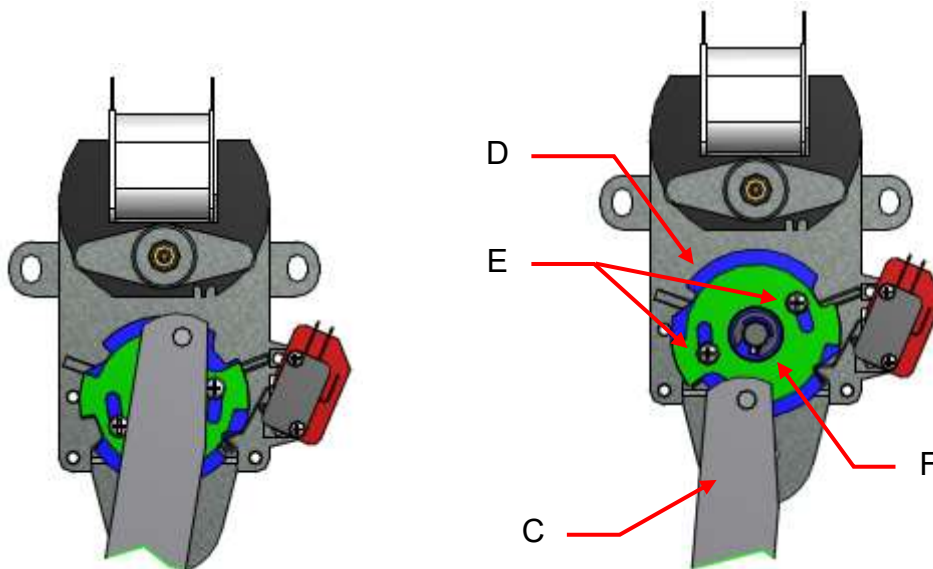

Abb. 5.3 Verkaufsmotor
3. Lassen Sie im Testprogramm den Motor desjenigen Schachts, der umgerüstet werden soll, anlaufen bis die Kurbelstange (C) die tiefste Stellung erreicht hat und so die beiden Befestigungsschrauben (E) der Steuerscheibenabdeckung (F) frei gibt (Abb. 5.3).